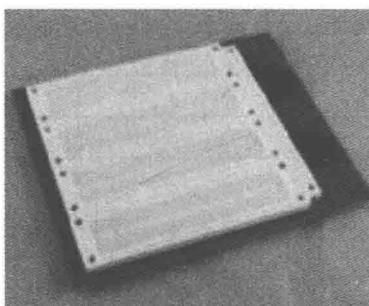

图 2.10 面包板
(2)认识面包板。面包板(也叫集成电路实验板,见图 2.10)是电路实验中一种常用的具有多孔插座的插件板,在进行电路实验时,可以根据电路连接要求,在相应孔内插入电子元器件的引脚以及导线等,使其与孔内弹性接触簧片接触,由此连接成所需的实验电路,是用于搭试电路的重要工具。